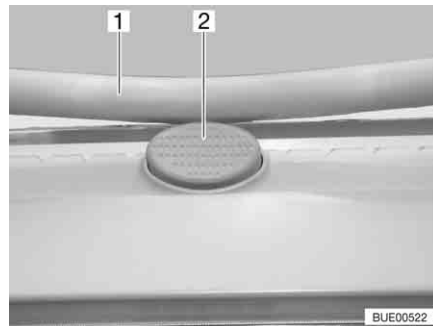

Bild 80 Sicherungsknopf an der Heki-Dachhaube
- Den Sicherungsknopf (Bild 80,2) drücken und den Bügel (Bild 80,1) mit beiden Händen nach unten ziehen.
- Den Bügel mit beiden Händen nach oben drücken, bis der Bügel oberhalb des Sicherungsknopfes (Bild 80,2) liegt.